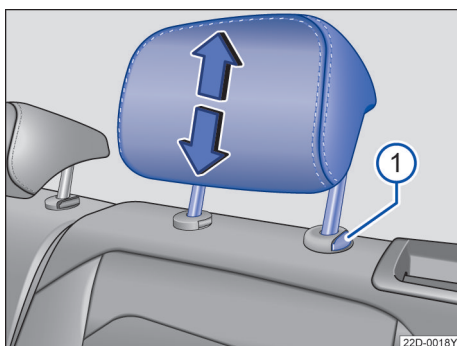

图 63 调整后排头枕
- 按住按钮→图 63①，同时沿箭头方向上推或下压头枕即可将头枕调整至合适高度→▲，在**拆卸和安装头枕**中，见第 65 页。